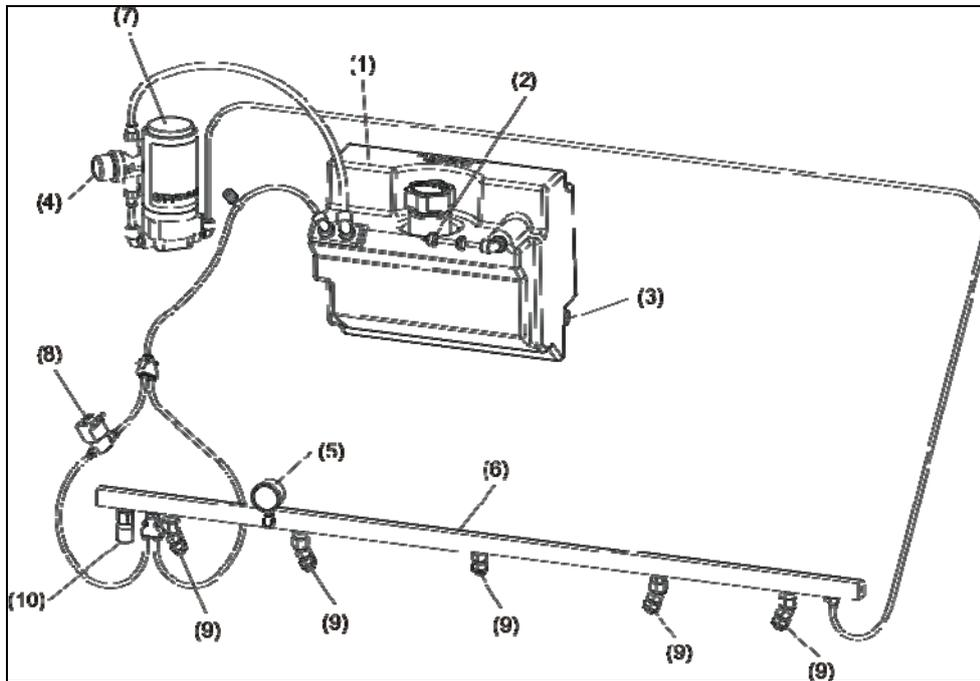

Рис. 2-4.
2. **Форсунки распыления** непрерывно наносят раствор очистителя на дорожку методом распыления. См. рис. 2-4.